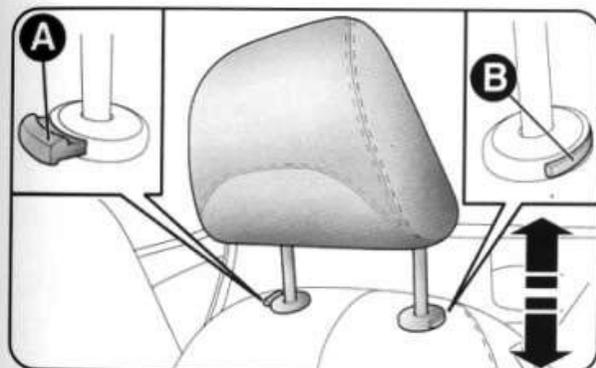

рис. 23
- Опускание подголовника: нажмите на кнопку А (рис. 23) и опустите подголовник.
- нажмите на кнопки А и В (рис. 23) и снимите подголовник, сместив его вверх.